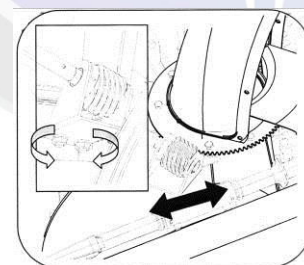

Fig.30
4. Slăbiți cele două piulițe care fixează consolele jgheabului și le deplasați ușor, Vezi Fig. 30